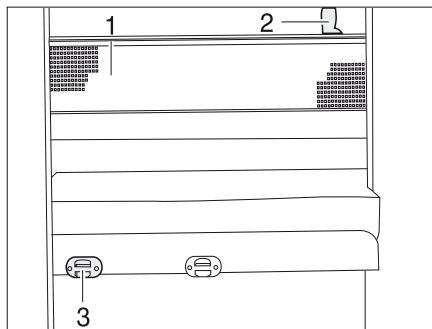

Bild 176 Skyddsnet
**Haka fast:** ■ Haka fast stegen med krokarna (Bild 176,3) på ramen.
**Skyddsnet** Skydds nätet (Bild 176,1) är standard. Det ligger mellan madrassen och ribbotten. Skydds nätet ska först monteras när personen som ska sova där befinner sig i sängen.
**Hänga upp:** ■ Haka fast fästbanden (Bild 176,2) i hållarna i taket.